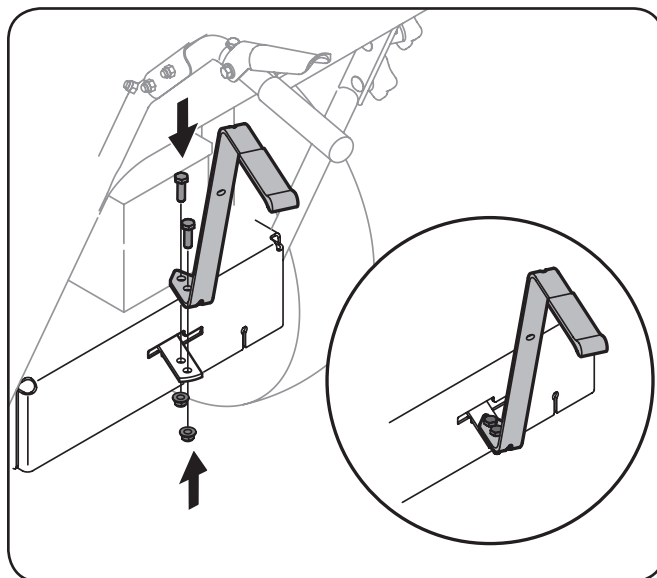

Figure 3-6
3. Coloque la palanca de cambios superior en posición vertical alineando los orificios de la palanca con los de la placa de cambios. Vea Figure 3-6.
4. Asegure la palanca a la placa usando los dos tornillos y las dos tuercas extraídos anteriormente. Vea el recuadro de Figure 3-6.